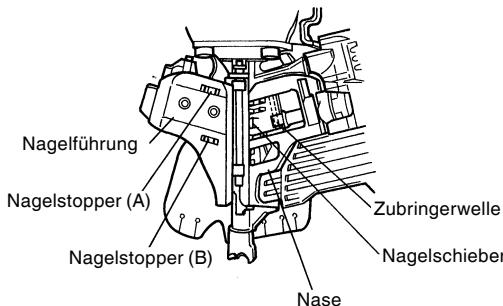

Abb. 22
(2) Öffnen Sie die Nagelführung und entfernen Sie Staub usw., wie in Abb. 22 gezeigt. Tragen Sie Schmiermittel auf die Gleitnut von Zubringer und Zubringerwelle auf. Schieben Sie Nagelstopper (A) und Nagelstopper (B) mit dem Finger, um glattes Gleiten zu überprüfen.